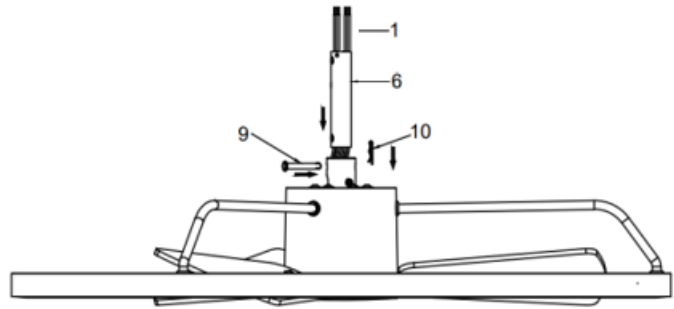

Fig. 6.3
3. Pase con cuidado los cables del ventilador (1) hacia arriba a través de la varilla descendente (6). (fig. 6.3)
4. Monte la varilla descendente (6) en el acoplador (8) insertando y alineando los orificios del acoplador con los orificios de la varilla descendente, inserte el pasador de enganche (9) y fíjelo con el clip de bloqueo (10). (Fig. 6.3)